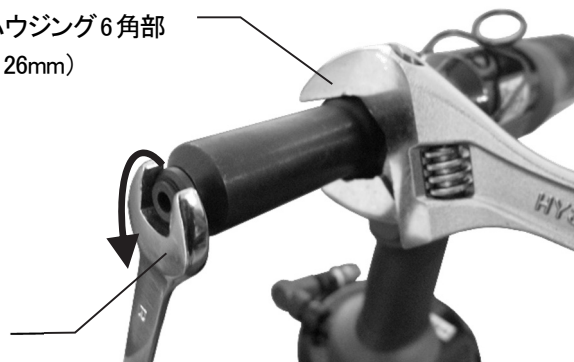

図 7-4
- 1) ノーズハウジング 6 角部をレンチ及びスパナで固定し、スパナでノーズピースをノーズハウジングから取り外してください。(図 7-4)